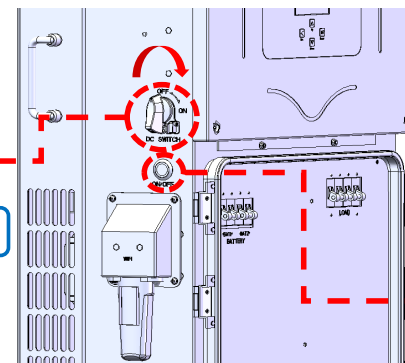

图3
2、断路器拨至 ON（闭合）位置，如图3所示；
- 3、将光伏并网拨至 ON（闭合）位置，如图3所示；
- 4、按下启动按钮，如图3所示，逆变器启动，液晶显示屏亮起；